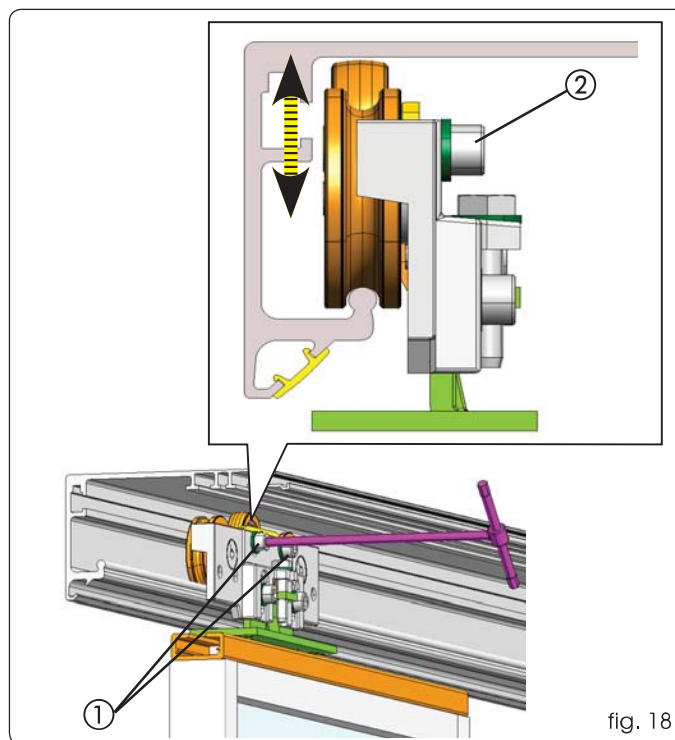

fig. 18
- Desserrer les deux vis cylindriques (fig. 18 réf. ①),
- Régler le support de la roue en hauteur de manière à ce que la roue s'approche le plus possible du profil principal sans le toucher (fig. 18 réf. ②),
- Une fois la hauteur de la roue réglée, serrer les deux vis cylindriques (fig. 18 réf. ①).